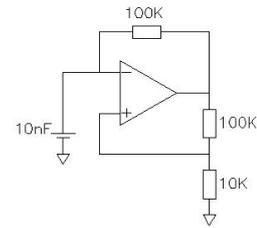
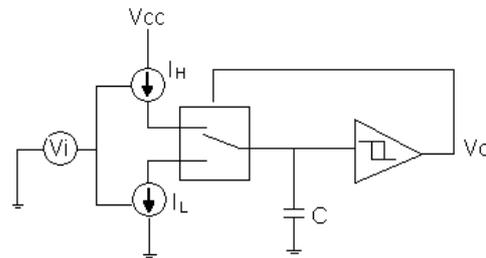

Figura 3
Figura 4
10. El circuito de la figura 3 implementa un generador de funciones (señal triangular y cuadrada). Determinar el nivel de tensión de ambas señales y la frecuencia de funcionamiento. Indicar de que modo debería modificarse el circuito si se quisiera obtener un generador de funciones con selección de frecuencia y amplitud.
11. El circuito de la figura 4 corresponde a un esquema general de un oscilador controlado por tensión (VCO). Explicar cómo funciona el circuito de la figura 3 y dibujar las formas de onda (triangular y cuadrada) que se generan suponiendo que $I_H > I_L$.